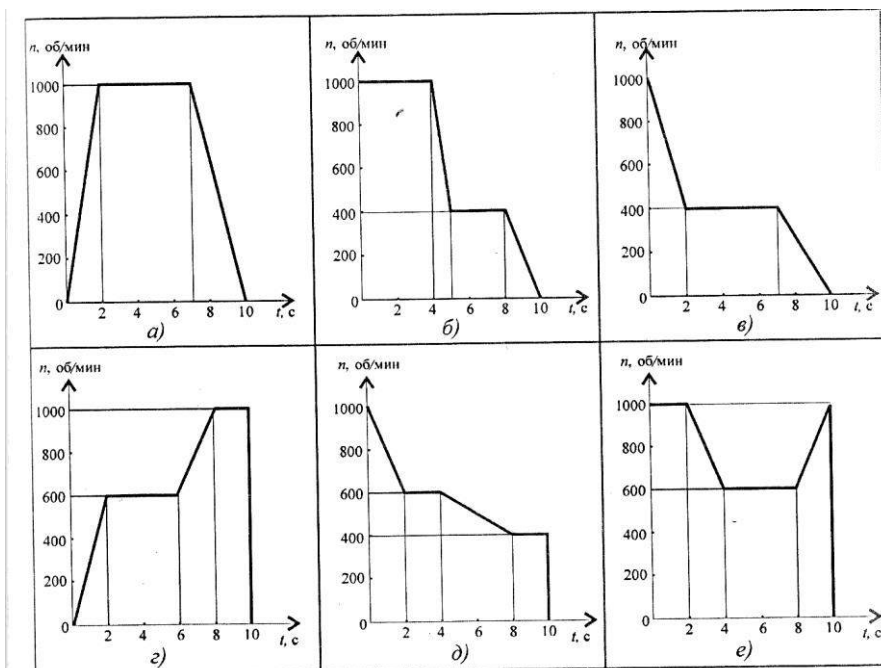

Рис. 23
**Расчетно-графическая работа 5. Темы 1.6, 1.7, 1.8.** Частота вращения шкива диаметром  $d$  меняется согласно графику. Определить число оборотов шкива за время движения и среднюю угловую скорость за это время. Построить график угловых перемещений и угловых ускорений шкива. Определить ускорение точек обода колеса в моменты времени  $t_1$  и  $t_2$ . Данные выбрать из таблицы 5 и рис.23.